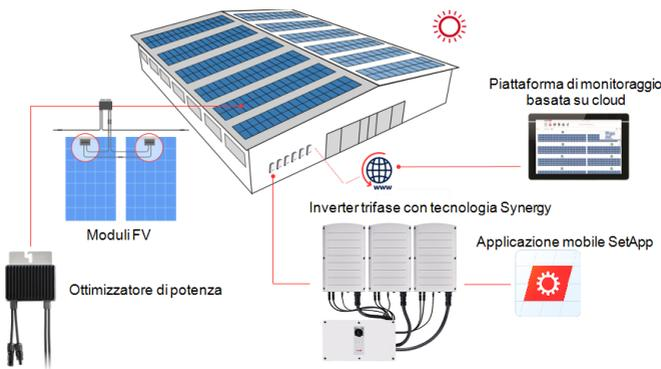

Figura 1: Componenti del sistema di produzione di energia SolarEdge
La soluzione per la produzione di energia SolarEdge è progettata per ottimizzare la produzione energetica di qualsiasi tipo di impianto solare fotovoltaico (FV) riducendo il costo medio per watt. *Figura 1* mostra i componenti del sistema di produzione di energia SolarEdge e le sezioni seguenti li descrivono.